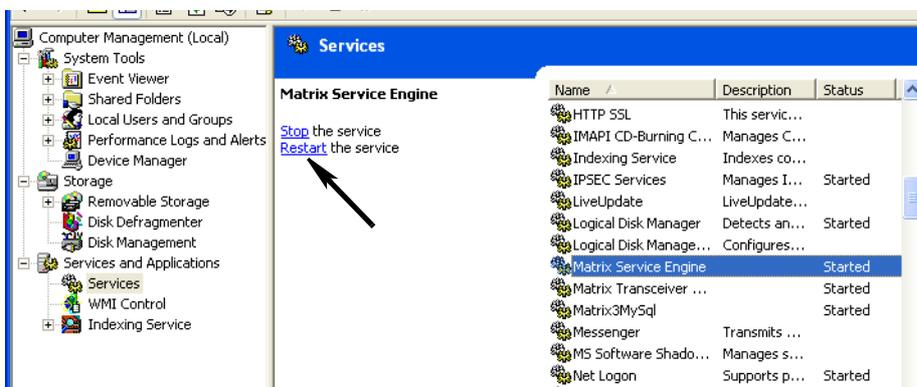

Fig. 62
- k. Fare clic sul collegamento Restart Service (Riavvia servizio) (Fig. 62).